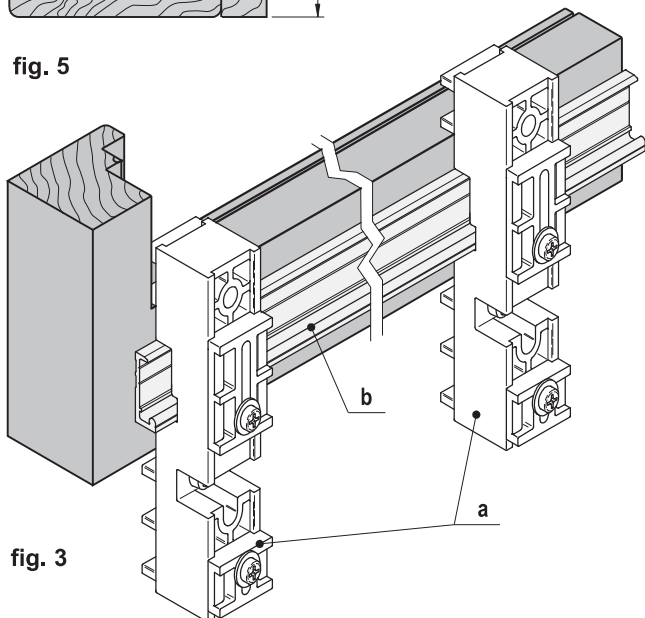

fig. 3
- 4) Posizionare il binario art. M02004 (b) sul traverso inferiore del telaio con l'aiuto delle dime (fig. 3) e bloccare il tutto con morsetti.